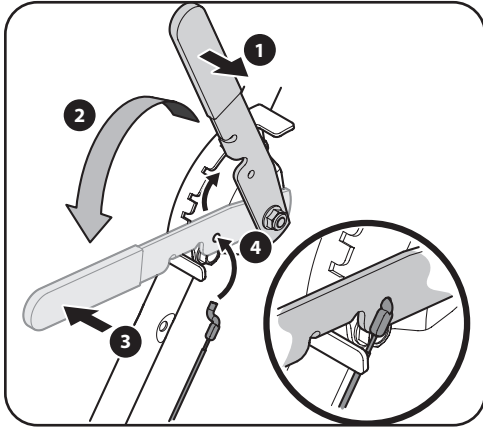

Figura 2-4
4. Enganche el extremo Z del cable de control de la profundidad en el agujero en la palanca de control de profundidad, como se muestra en la Figura 2-4.